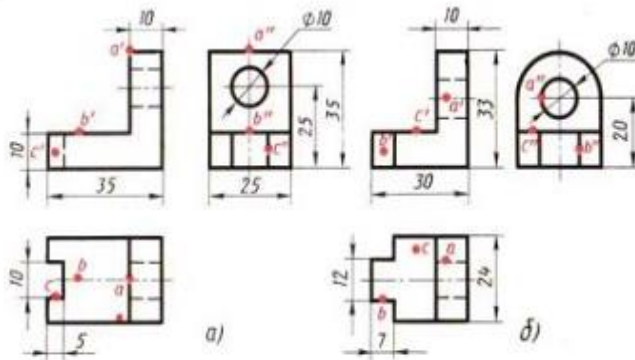

Рис. 98. Задания к графической работе № 4
1. а) По заданию учителя постройте аксонометрическую проекцию одной из деталей (рис. 98). На аксонометрической проекции нанесите изображения точек *A*, *B* и *C*; обозначьте их.